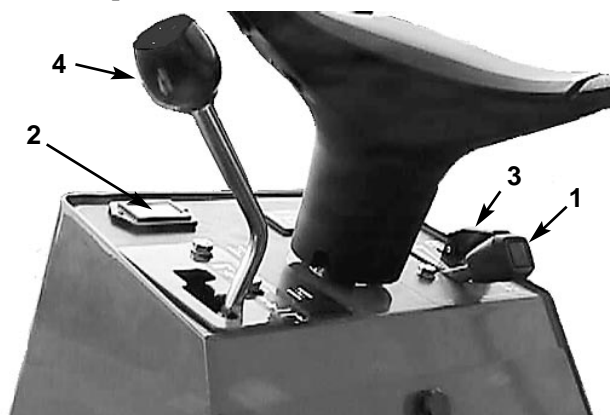

Fig. 10
**Contaore** (Fig. 10)—Indica le ore di funzionamento totali della macchina.
**Leva di sollevamento** (Fig. 10)—La leva di sollevamento ha quattro posizioni: ABBASSARE, ALZARE, FOLLE e FLOTTAZIONE. Spostare la leva in avanti per abbassare a terra gli apparati di taglio; per alzarli tirare indietro la leva in posizione ALZARE.
**Comando della presa di forza** (Fig. 10)—L'interruttore ha due posizioni: INNESTO e DISINNESTO. Spingere la levetta in avanti per innestare gli apparati di taglio, e tirarla indietro per disinnestarli.